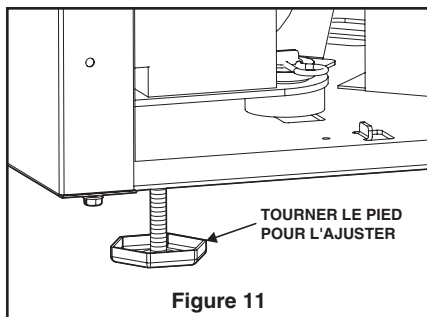

Figure 11
- 2 Si la machine à glaçons n'est pas de niveau, ajustez les pieds situés aux quatre coins de l'appareil, au besoin (Figure 11).